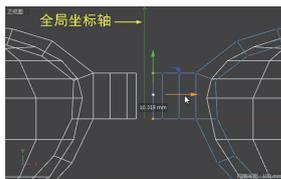

图 5-69
**04** 将端面的这个多边形删除，切换到点模式，并在“捕捉”菜单中启用“捕捉”“工作平面捕捉”和“网格线捕捉”。再选取端面的几个顶点，拖动对象坐标轴对齐到全局坐标轴所在的网格线上，如图 5-69 所示。